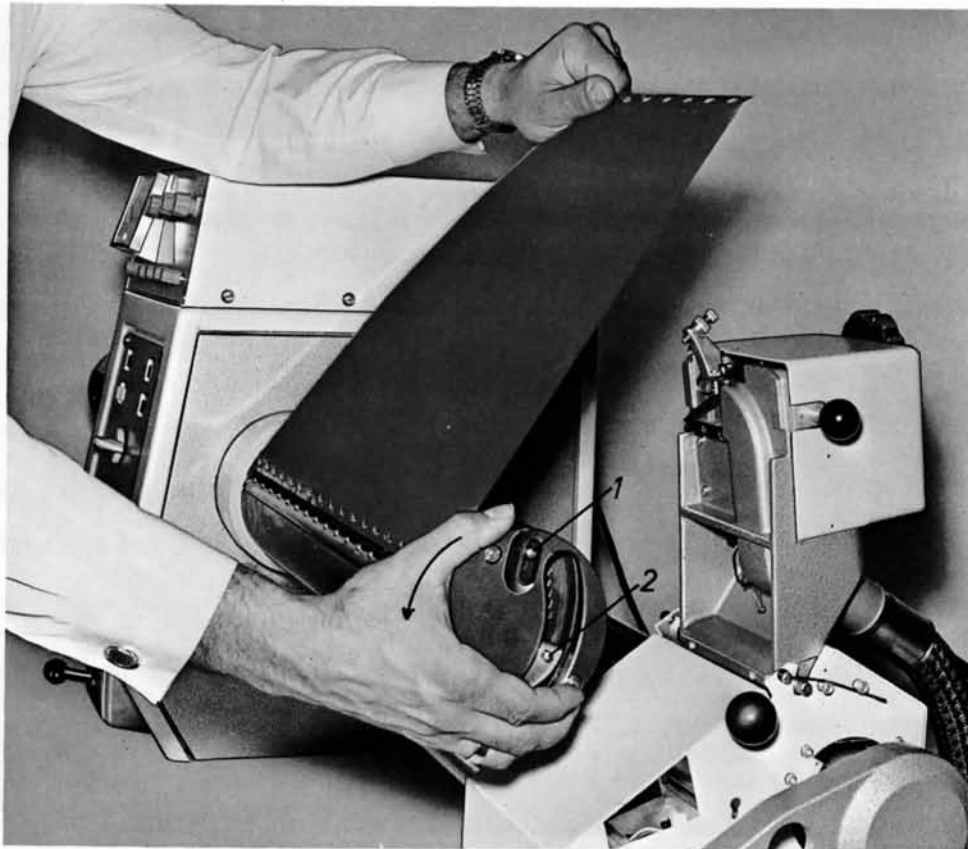

Fig. 9 Aufspannen der Gravierfolie
- Die Gravierwalze entgegen dem Uhrzeigersinn (auf den Bedienenden zu) drehen und die Folie auf die Gravierwalze aufziehen (siehe Fig. 9).